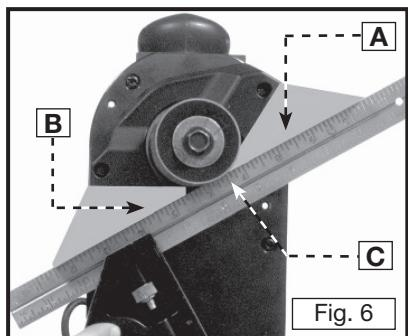

Fig. 6
- Ajuste las guías (UN) de comida y (B), así que ellos son paralelos al tambor (C) del sanding.
- Afloje las guías de avance de entrada y de avance de salida, (A) y (B), con una llave Allen de 3/16".
- Coloque una regla recta sobre el tambor de lijar (C) y golpee suavemente las guías de avance de entrada y de avance de salida, (A) y (B), hasta que las guías de avance y el tambor de lijar (C) descansen sobre la regla recta, Fig. 6, y estén paralelos entre sí.
- Apriete el perno de 3/16" para sujetar la guía de avance de salida (B) en su sitio.
- La guía de avance de entrada (A) debe ajustarse para la cantidad de material que el operador desee quitar.